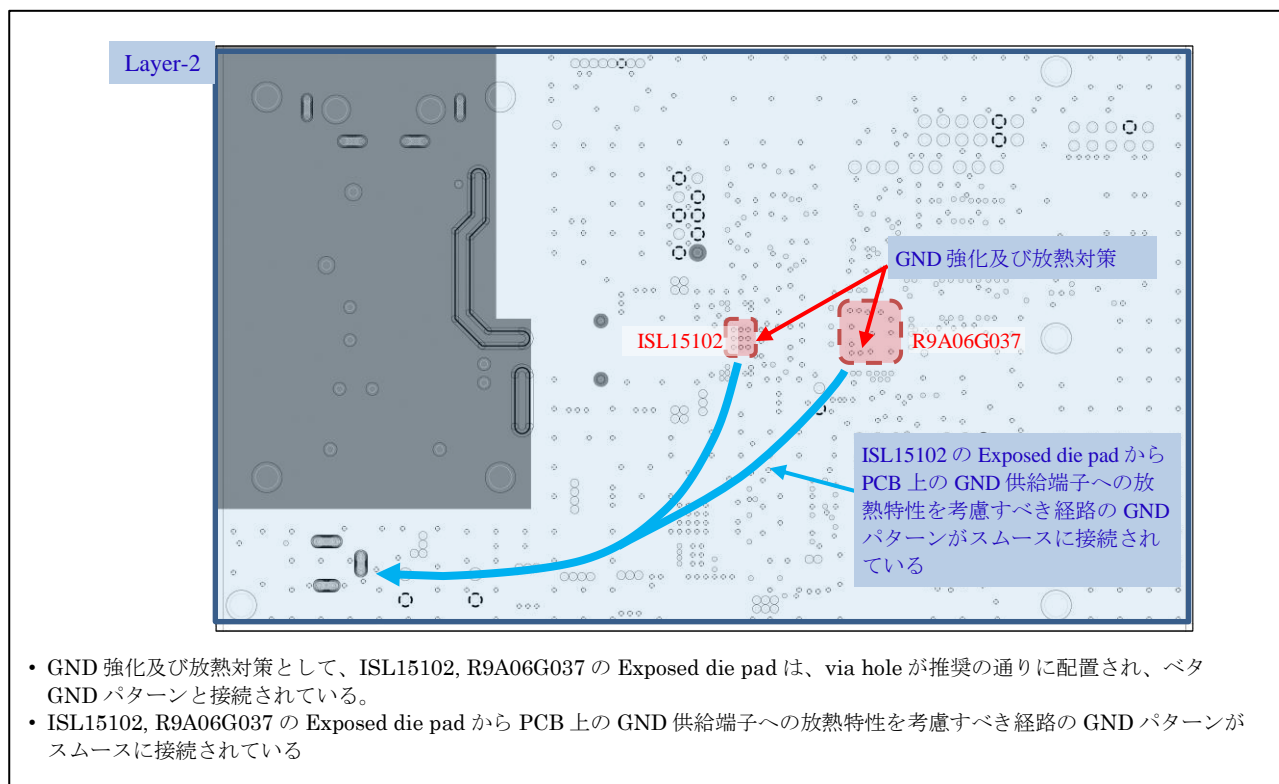

Figure 2-13 R9A06G037 と ISL15102 の Exposed die pad と GND パターンの接続例 (2層)
- 2 層の GND 層では、R9A06G037, ISL15102 の Exposed die pad と PCB 上の GND 供給端子への経路を、スムーズに接続してください。(2 層の接続例を Figure 2-13 に示します)